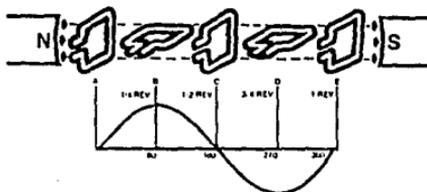

fig. 3.7. Generación de una onda sinusoidal
Al girar una bobina de alambre en un campo magnético (fig. 3.7), se genera una onda sinusoidal. En el punto A, los lados de la bobina se mueven paralelos a las líneas de flujo magnético. No se están cortando líneas de flujo y no se está induciendo corriente en la bobina. Cuando la bobina se gira a  $\frac{1}{4}$  de vuelta (C) el conductor nuevamente se mueve paralelo a las líneas de flujo y no se inducirá voltaje. Durante la próxima  $\frac{1}{2}$  revolución sucede lo mismo, excepto que cambia la polaridad.